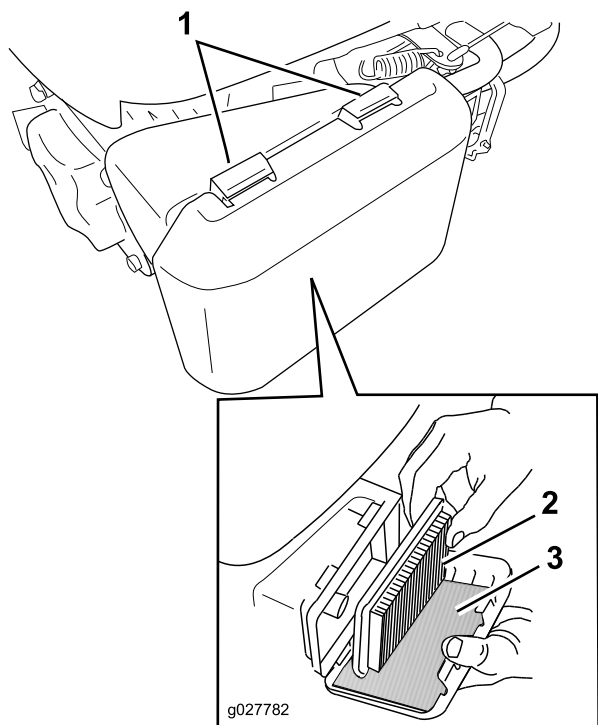

Figure 26
1. Appuyez sur les languettes de verrouillage en haut du couvercle du filtre à air (Figure 26).
3. Retirez l'élément en papier et le préfiltre en mousse (Figure 26).